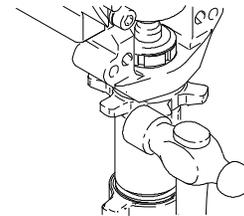

Abb. 17
6. Abb. 17. Mit einem max. 566 g schweren Hammer fest auf die Sicherungsmutter klopfen, um sie zu lösen. Pumpe abschrauben.